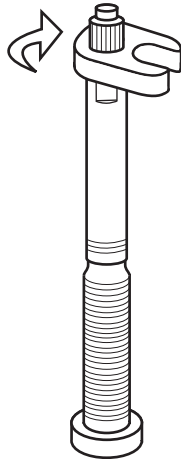

Figura 50. Stringere l'anima della valvola con la chiave, ruotando in senso orario.
7. Posizionare la chiave sull'anima della valvola, allineare le aree piatte e ruotare in senso orario. Nota: deve essere aderente. Non stringere eccessivamente, per prevenire danni alla prolunga (Figura 50).